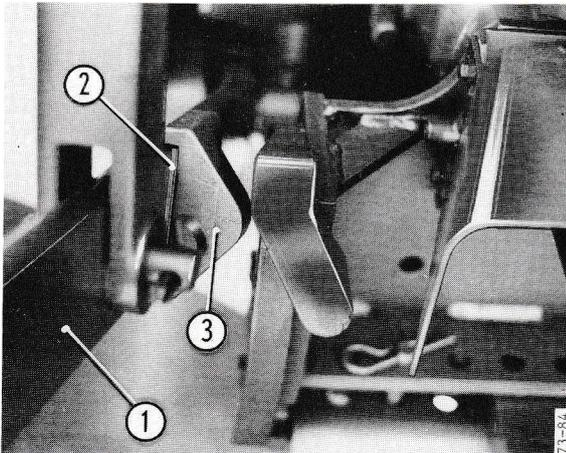

Figure 19 - Butée de barre d'attelage
- 1 - Déposer les 3 cales 2 figure 19 de chaque côté, entre les blocs de butée 3 figure et les barres inférieures d'attelage 1. Les conserver dans la boîte à outils.